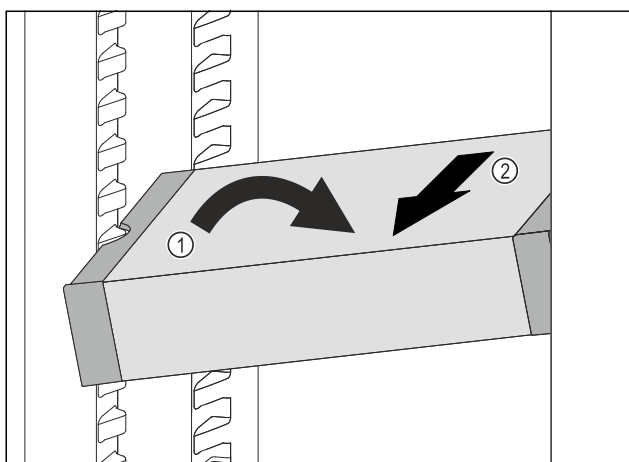

Fig. 179
- ▶ Встановити VarioSafe під кутом в охолоджувальному відділенні. Fig. 179 (1)
- ▶ Витягнути VarioSafe вперед. Fig. 179 (2)